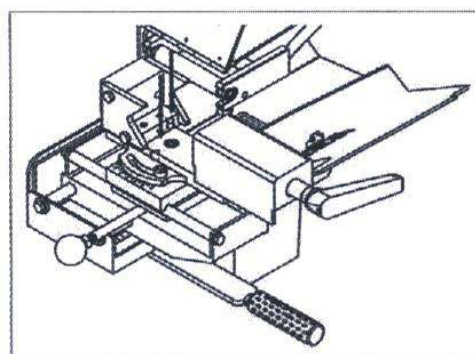

Рисунок 8
- b. Крепление обрабатываемой продукции: зажим пригоден для роликов диаметром от $\varnothing 18$ мм до $\varnothing 76$ мм. При обработке труб необходимо убедиться, что ось трубы расположена на такой же высоте, что и ось прижимного ролика. Можно использовать подкладку (см. Рис. 8).